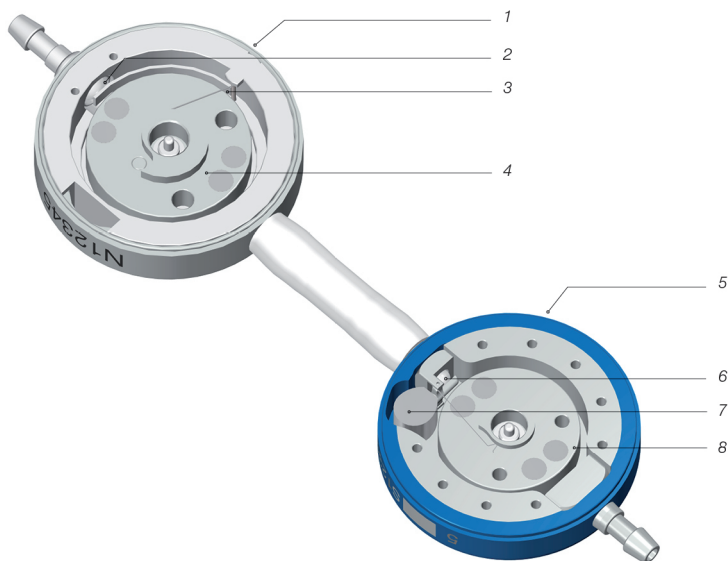

Fig. 1: Secțiune transversală a M.blue plus
M.blue plus este un sistem de valve fabricat din titan. Acesta se compune dintr-o unitate de presiune diferențială (în continuare denumită și *proGAV 2.0*) și dintr-o unitate gravitațională reglabilă (în continuare denumită și *M.blue*) (Fig. 1).